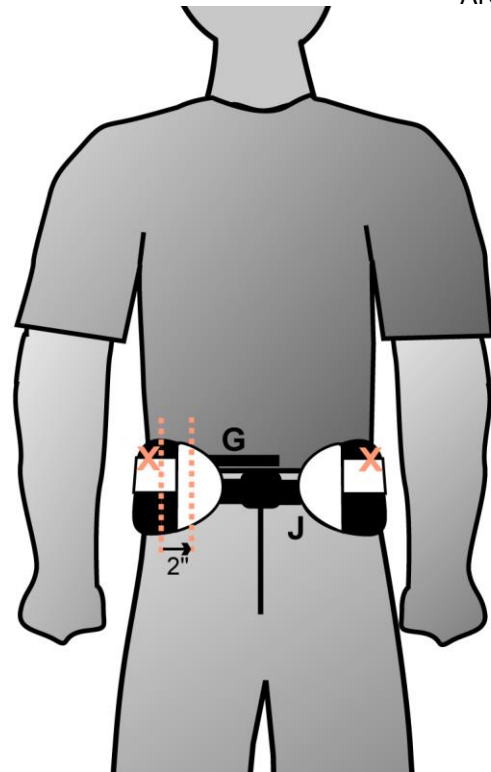
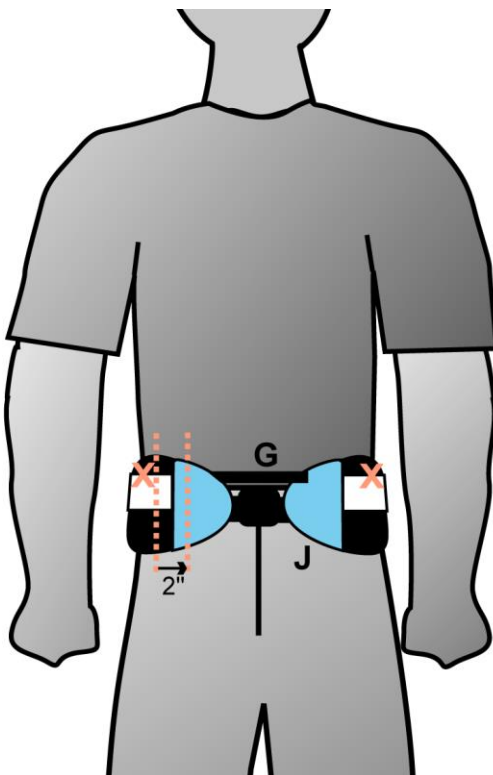
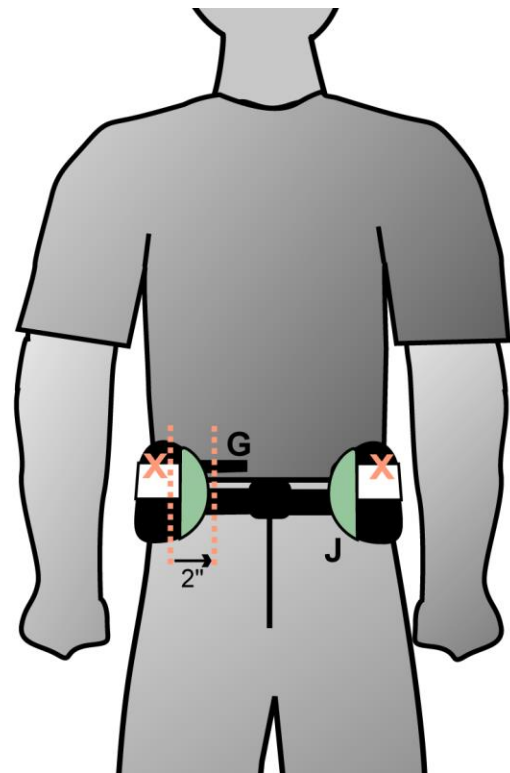

Figure 20
Figure 21
Figure 22
- b. l'indicateur de taille du gabarit de mesure de la ceinture de hanches ne doit pas recouvrir plus que la boucle, figure 20. Quand l'indicateur est dans cette position, la ceinture de hanches aura au moins quatre (4) pouces d'ajustement.
25. Placez l'indicateur de taille, figure 20-G, (galon noir de nylon ¾ po x 6 po) en travers de l'abdomen. S'il touche l'autre côté du gabarit de mesure de la ceinture de hanches, figure 20-J, la ceinture de hanches est trop grande, figure 21. Si le gabarit de mesure de la ceinture de hanches ne dépasse pas de 2 po le devant de la crête iliaque, la ceinture de hanches est trop petite figure 22.